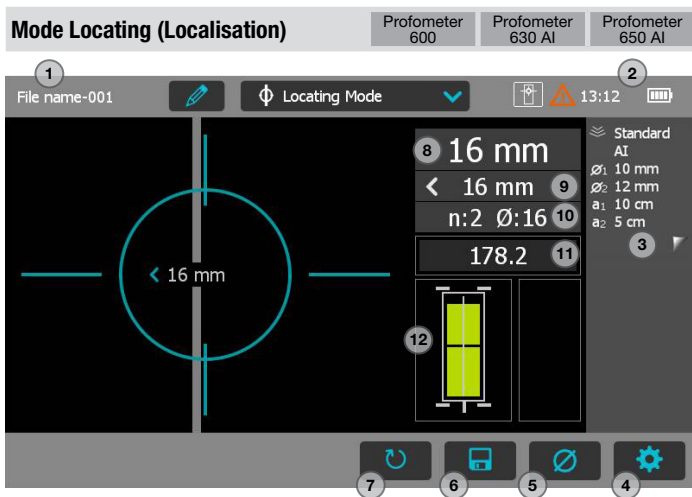

Figure 7: Mode Locating (Localisation)
- À cette position, vous pouvez également mesurer le diamètre en poussant B sur le côté droit de la sonde ou 5 (voir Figure 7) sur le Touchscreen (p. ex. lorsque la sonde est fixée sur la tige d'extension télescopique).